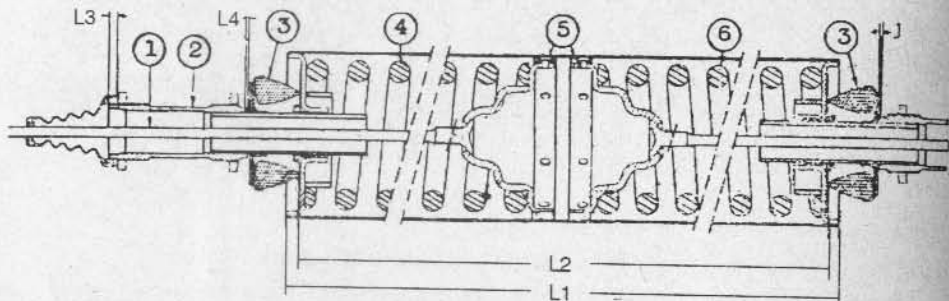

Fig. 1-8.— Cilindro de suspensión, Citroën 2 y 3CV.
7. Suspensión.— Los cilindros de suspensión de los Citroën 2 y 3CV y Ami 8 (Fig. 1-8), que se montan bajo la plataforma, uno a cada lado del vehículo, se fabrican de chapa de acero de 0,9 mm. de espesor y 110 mm. de diámetro exterior. Tienen una longitud $L_1 = 463$ mm., con referencia "AV" hacia adelante, marcada sobre el tubo.